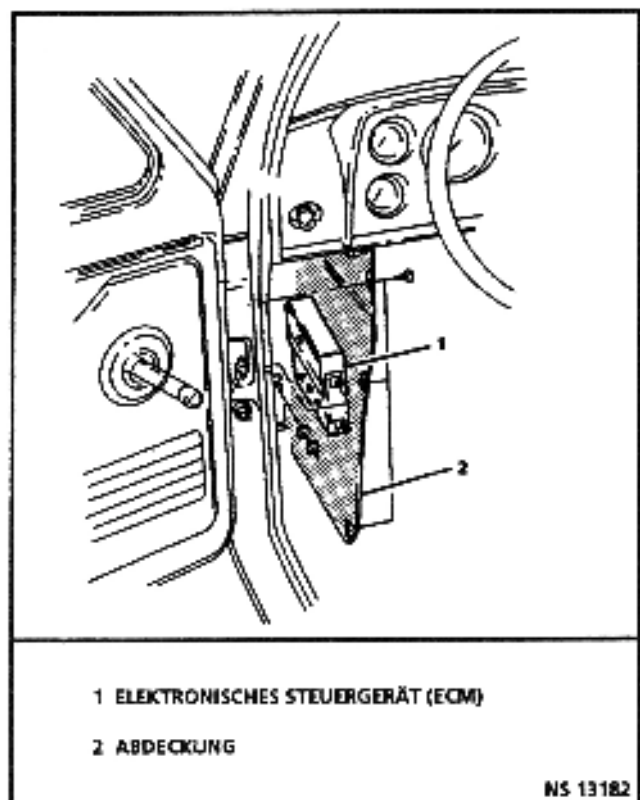

Bild 3.1-2 Lage des elektronischen Steuergerätes (ECM)
2. Abdeckung an der Fahrerseite entfernen. (Siehe Bild 3.1-2)
3. ECM aus der Halterung und Steckverbindung ziehen. (Siehe Bild 3.1-2)